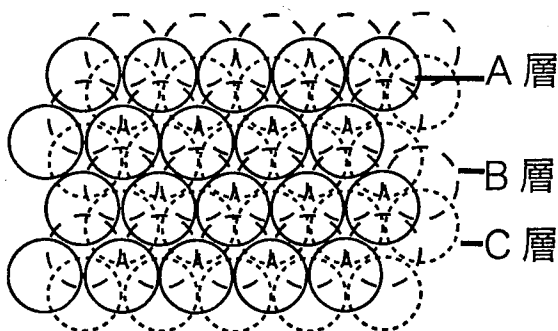

図 1-1
三次元空間に同じ半径の球を最も密に詰める配列として、図 1-1 の ① 構造と図 1-2 の ② 構造がある。イオン結晶では、陰イオンがこれらの配列をとる結晶構造が多く知られており、陽イオンは陰イオン配列の隙間に入る。どちらの配列においても、陽イオンが入り得る隙間は、陰イオン 1 個あたり、 ③ 個の四面体位置と ④ 個の八面体位置である。
① において、四面体位置の半数を陽イオンが占める構造が ⑤ 構造である。一方、 ② で四面体位置の半数を陽イオンが占めると ⑥ 構造となる。また、 ① の八面体位置のすべてを陽イオンが占めると ⑦ 構造となるのに対し、 ② の八面体位置のすべてを陽イオンが占めると ⑧ 構造となる。
⑦ 構造では陽イオンを中心とした 6 配位八面体が ⑨ 共有しているが、 ⑧ 構造では ⑩ 共有の八面体の鎖を作っていることが特徴的である。